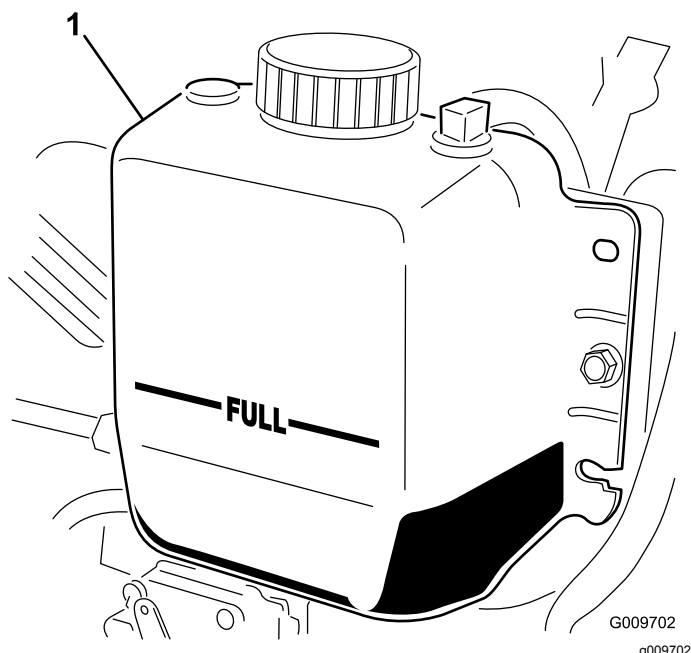

Рисунок 74
2. Проверьте уровень охлаждающей жидкости в радиаторе. Радиатор должен быть заполнен до верха заливной горловины, а расширительный бачок — до метки FULL (Полный) (Рисунок 74).